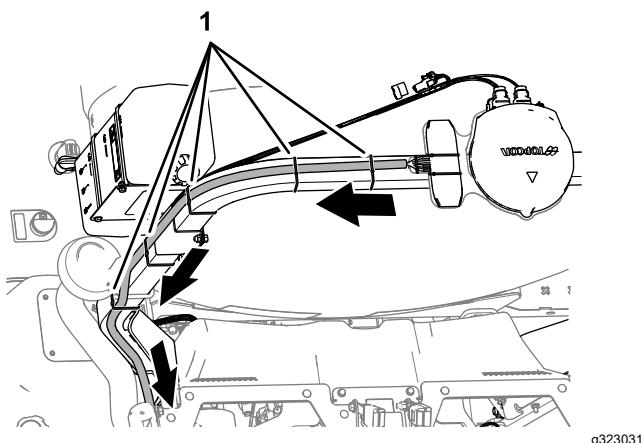

Figura 57
1. Enrute el arnés de la antena del módem por la barra antivuelco, como se muestra en la Figura 57.
3. Sujete el arnés de la antena del módem a la barra antivuelco con 5 bridgas, como se muestra en la Figura 57.